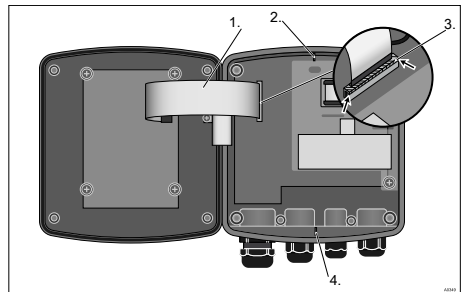

Fig. 36: Scollegamento del cavo piatto multipolare
L'attacco del cavo piatto multipolare è saldato alla scheda e non può essere smontato. Per scollegare il cavo piatto multipolare è necessario aprire il blocco (3) dell'attacco - vedere Fig. 36